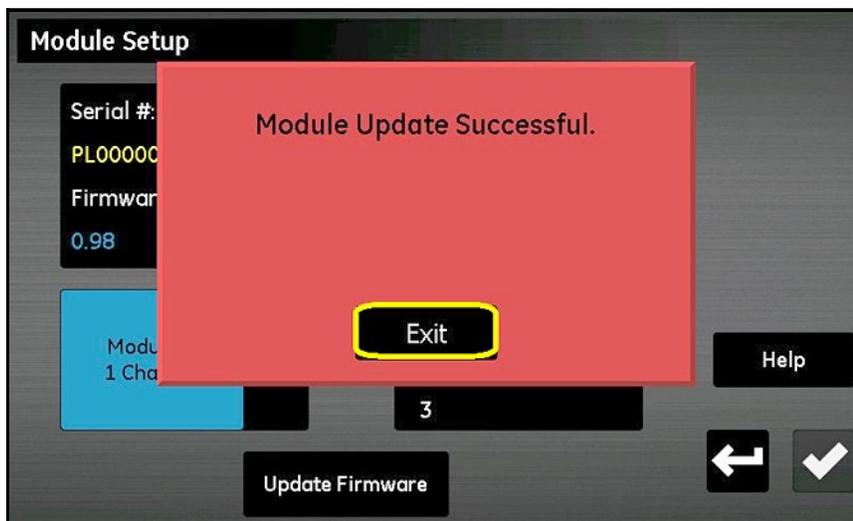

Рис. 98: Завершение установки
7. После обновления (см. Рис. 98 ниже) устройство попросит вас выйти. Нажмите кнопку **Exit (Выйти)**.